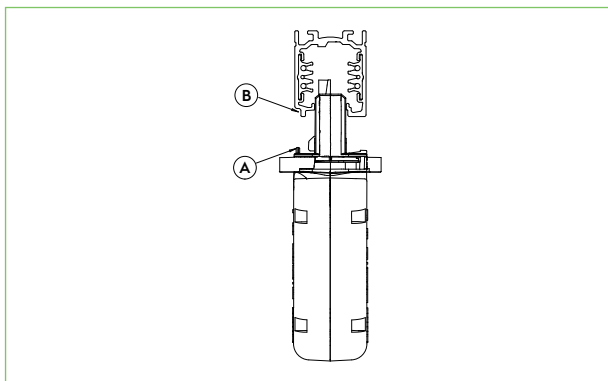
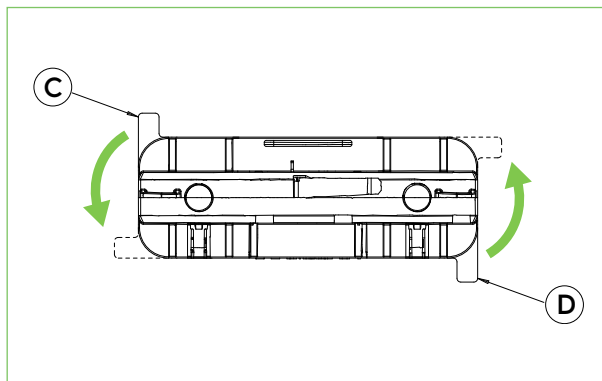

Fig. 1 Mechanische Schlüssel
Fig. 2 Drehen der Nocken
Den Adapter in so in die Stromschiene stecken, dass der mechanische Schlüssel (A) vom Adapter in der Aussparung (B) an der Schiene zu sitzen kommt (fig.1). Die Hebel der beiden Nocken (C) und (D) um ca. 90° drehen, bis sie blockiert sind (fig.2).